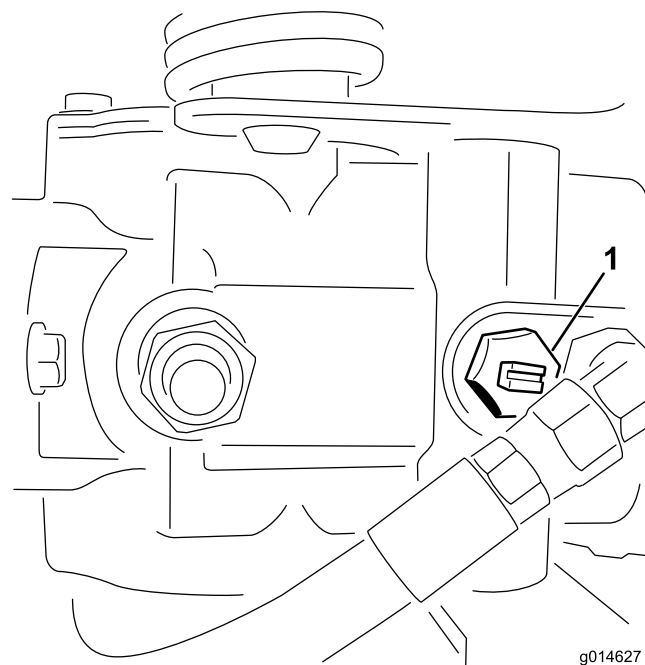

Figura 41
1. Localize a válvula de derivação na bomba e rode-a de forma a que a ranhura fique na vertical (Figura 41).
2. Antes de ligar o motor, feche a válvula de derivação rodando-a de forma a que a ranhura fique na horizontal (Figura 41). Não ligue o motor quando a válvula se encontrar aberta.